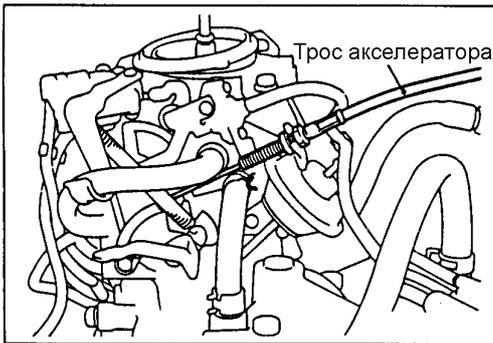

Рис. 10.13
- (1) Выключите кондиционер, лампы и другие потребители энергии, поскольку эта регулировка должна выполняться без нагрузки.
- (2) Прогрейте двигатель до рабочей температуры.
- (3) Убедитесь в том, что обороты холостого хода соответствуют номинальному значению.
- (4) Остановите двигатель и снимите воздушный фильтр.
- (5) Проверьте свободный ход внутреннего троса управления дроссельной заслонкой (акселератора) (рис. 10.13)